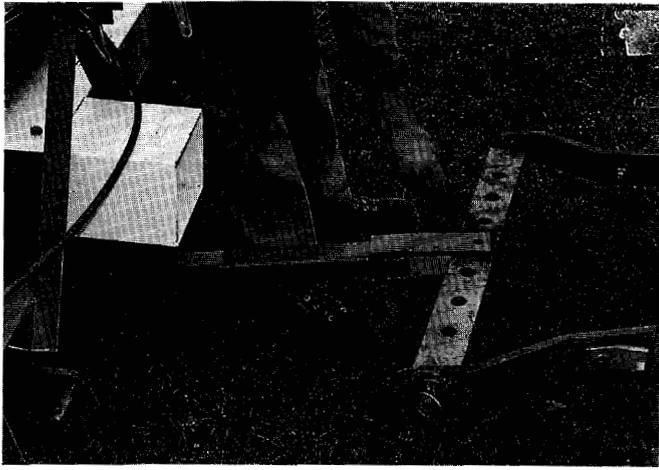

fig. 26
- Zugdeichsel an der Ackerschiene befestigen (Fig 26),